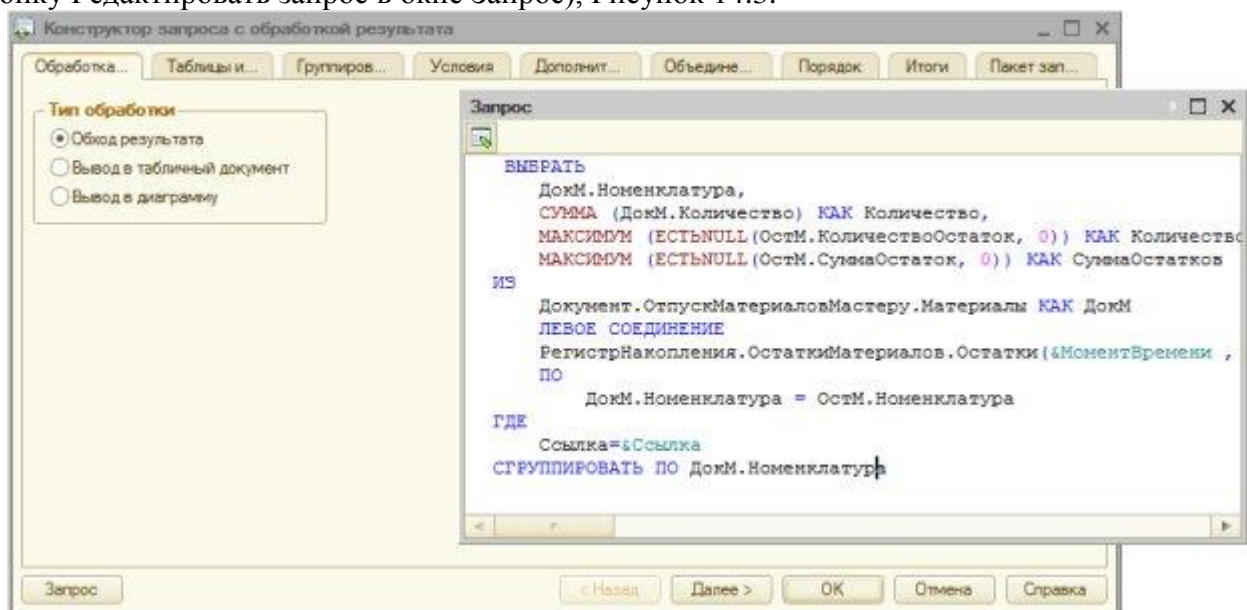

Рисунок 14.3. Добавление сформированного текста запроса в конструктор
11. Скопируем полученный текст запроса в буфер обмена и перейдем в Конфигуратор. В процедуре **ОбработкаПроведения документаОтпускМатериаловМастеру**. Процедура пока пуста, щелкнем в ней правой кнопкой мыши и вызовем из контекстного меню команду **Конструктор запроса с обработкой результата**. В ответ на вопрос конструктора о создании нового запроса, ответим утвердительно, после чего, в окне конструктора нажмем на кнопку **Запрос** и вставим в пустое поле для текста запроса полученный текст запроса (предварительно нажав на кнопку **Редактировать запрос** в окне **Запрос**), Рисунок 14.3.